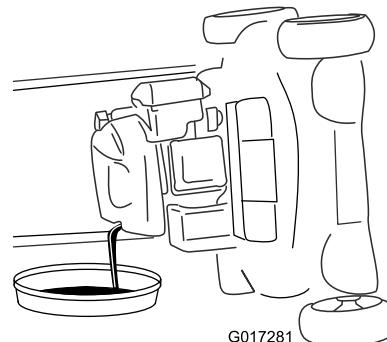

Figura 31
- Retire la varilla y drene el aceite usado en un recipiente (Figura 31).